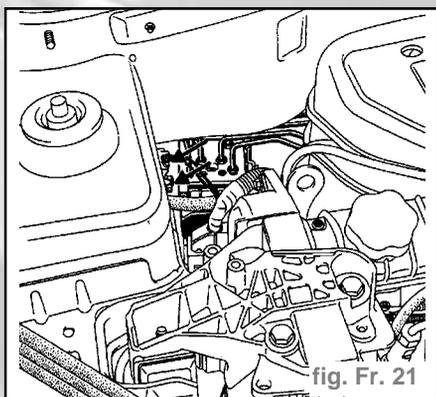

fig. Fr. 21
- Déposer la vis supérieur (1) de fixation du groupe hydraulique (fig. Fr. 21).